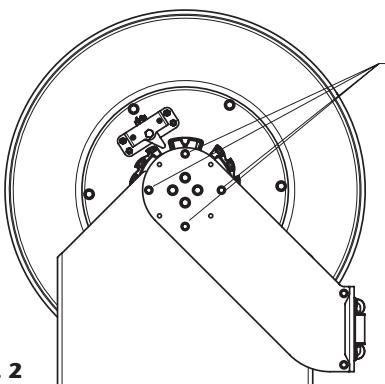

Fig. 2
To position these guide arms, loosen and remove the screws (1) (fig. 2) in both arms. At this moment, the spool and the guide arms become loose from the reel frame. Then, just position the guide arms in the desired position and fix them with the same screws.
Para posicionar los brazos guía, es necesario aflojar y quitar los tornillos (1) (fig. 2) en ambos brazos. En ese momento el tambor junto con los brazos guía quedan sueltos del bastidor. Se procede entonces a cambiar los brazos a la posición deseada y a volver a fijarlos con los mismos tornillos.